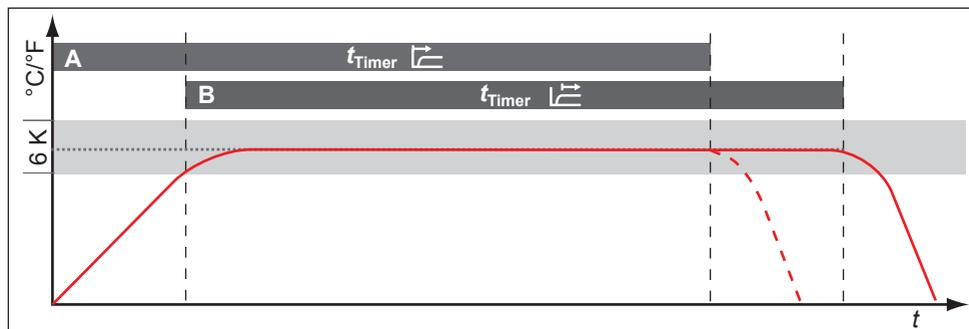

Fig. 27 Modo timer
Aquí puede configurar si el temporizador (véase la página 31) debe funcionar según los valores nominales, es decir, si el tiempo de funcionamiento con temporizador debe empezar a contar al alcanzar una banda de tolerancia de ± 3 K con respecto a la temperatura nominal (Fig. 27, B), o inmediatamente después de la activación del temporizador (A).